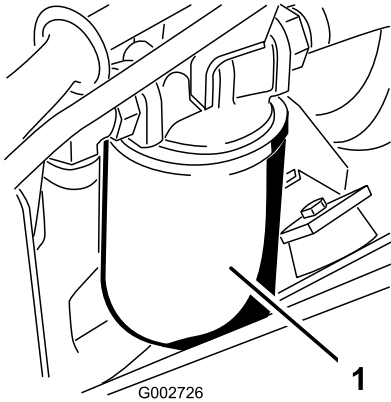

Figura 42
3. Coloque um recipiente de escoamento debaixo do filtro hidráulico, que se encontra no lado esquerdo da máquina (Figura 42).